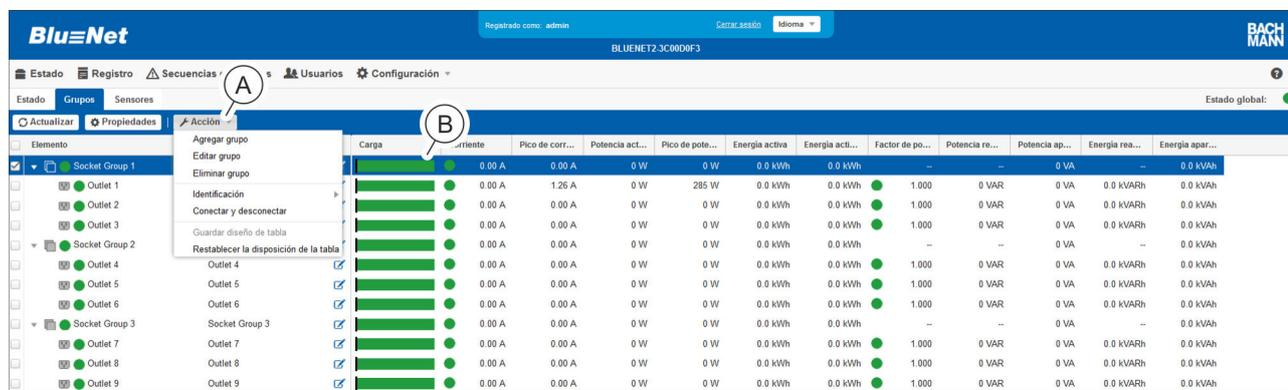

Fig. 112: Menú “Estado” – pestaña “Grupos”
3. ➤ A través de “Acción ➔ Agregar grupo” cree un nuevo grupo de enchufes hembra (Fig. 112/Ⓐ).
Para modificar un grupo existente, seleccione el grupo deseado (Fig. 112/Ⓑ) y, a continuación, seleccione el menú “Acción ➔ Editar grupo” (Fig. 112/Ⓐ).
Para eliminar un grupo de enchufes hembra, seleccione el grupo de enchufes hembra que desee (Fig. 112/ⓐ) y, a continuación, seleccione el menú "Acción → Eliminar grupo" (Fig. 112/ⓑ). A continuación, aparece un cuadro de diálogo con una pregunta que debe confirmarse.